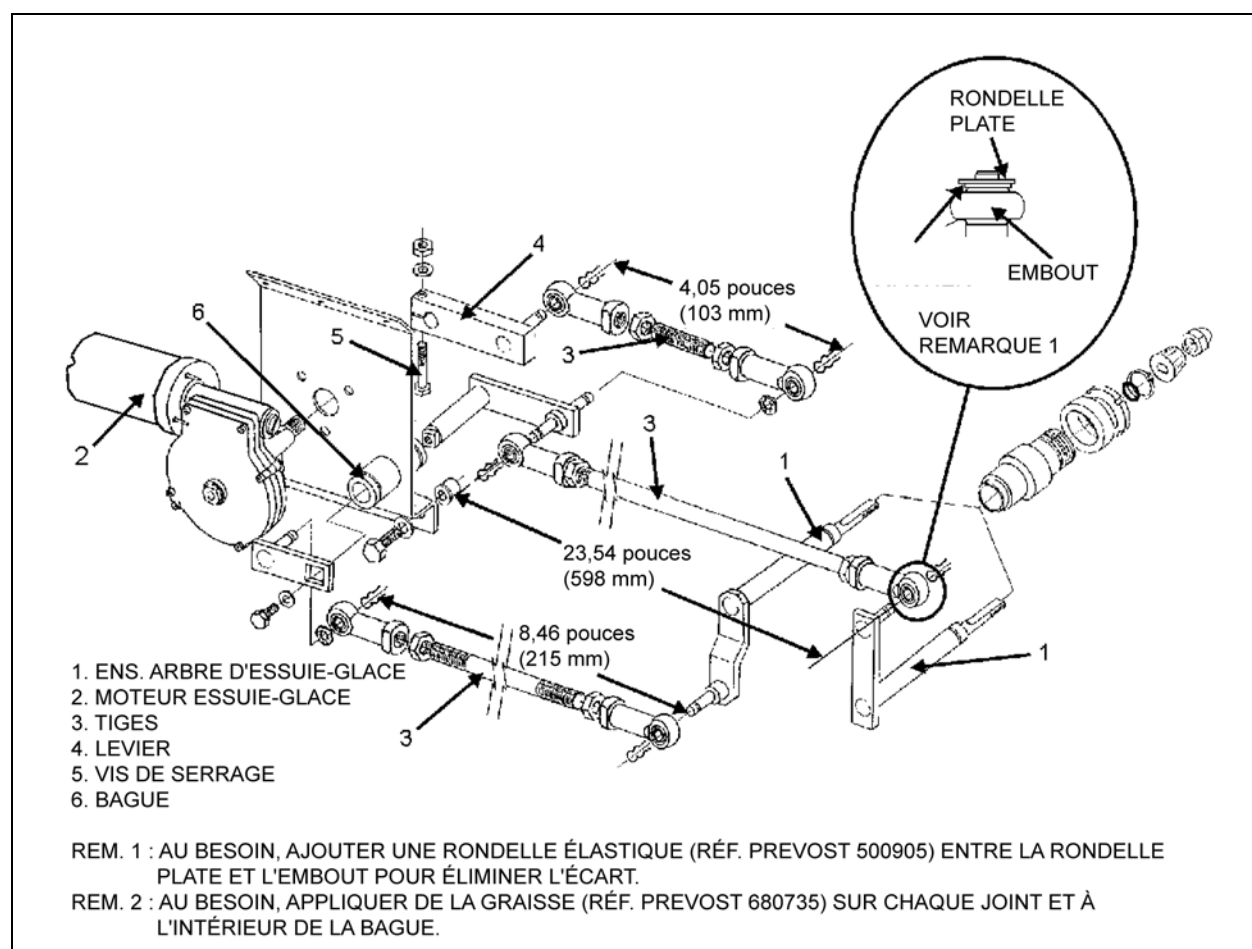

FIGURE 40 : ESSUIE-GLACE SUPÉRIEUR
7. Desserrer le boulon qui fixe le levier à l'extrémité de l'arbre d'entraînement du moteur (Figure 40).